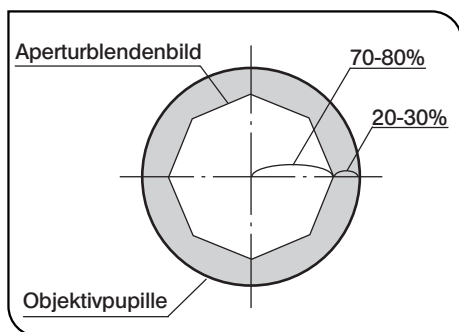

Abb. 31
#### Aperturblende (Abb. 31 & 32)
- Da der Kontrast mikroskopischer Objekte normalerweise gering ist, wird im Allgemeinen empfohlen, die Aperturblende des Kondensors auf 70% bis 80% der numerischen Apertur ② des verwendeten Objektivs einzustellen.
Dazu das Okular entfernen und durch den Okularstutzen blicken. Den Aperturblendenring ① drehen, bis das in Abb. 31 gezeigte Bild zu sehen ist.